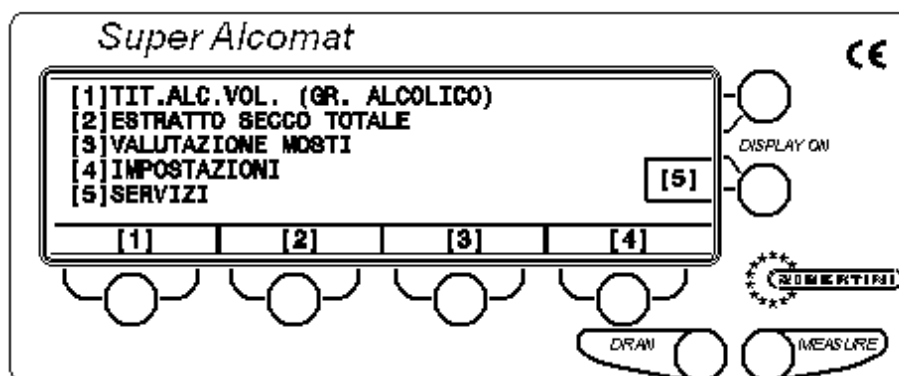
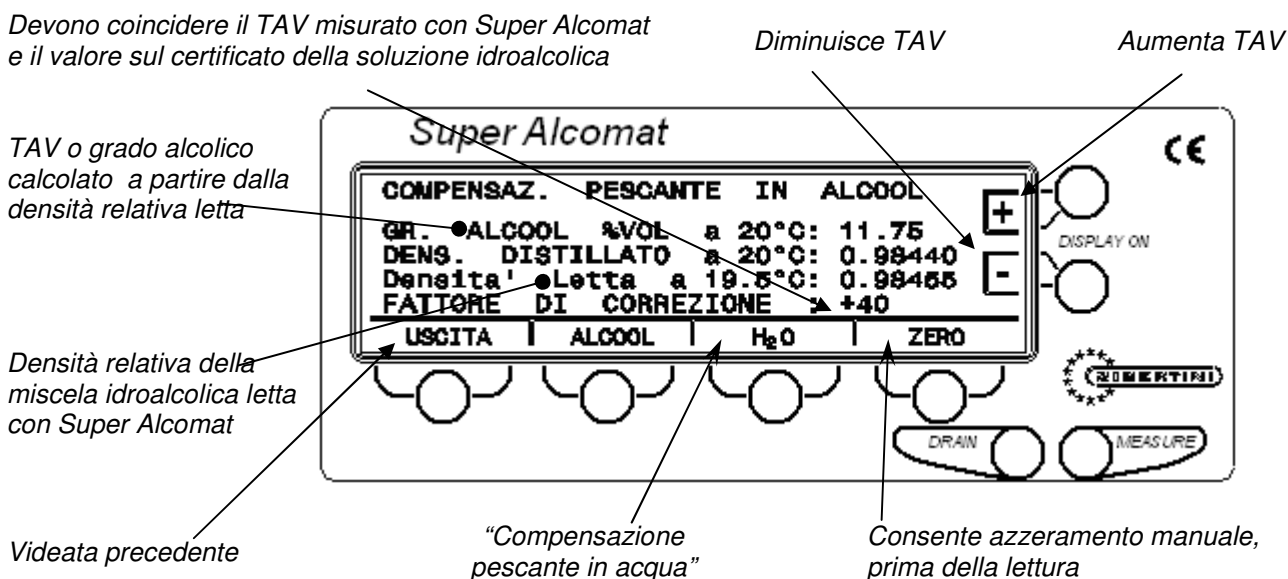

Fig. 4
Fig. 9: Correzione del pescante con la soluzione idroalcolica
Quando il Super Alcomat è pronto per lavorare compare il MENU' PRINCIPALE (vedere paragrafo n° 4, Fig. 4). Il MENU' PRINCIPALE visualizza le diverse funzioni che si possono svolgere con il dispositivo Super Alcomat.
- selezionare "Titolo Alcolometrico Volumico" dal Menu principale premendo [1] (Fig. 4), accedere all'opzione "Correzione" con il tasto corrispondente (Fig. 7);
- sul display vengono visualizzati: il fattore di correzione attuale, la densità relativa della soluzione idroalcolica, la densità della stessa corretta a 20°C ed il grado alcolico (Fig. 9);
- selezionare "Titolo Alcolometrico Volumico" dal Menu principale premendo [1] (Fig. 4), premere quindi [CORREZ.] per accedere all'opzione "Correzione" (Fig. 7), premere [H₂O] (Fig. 9);